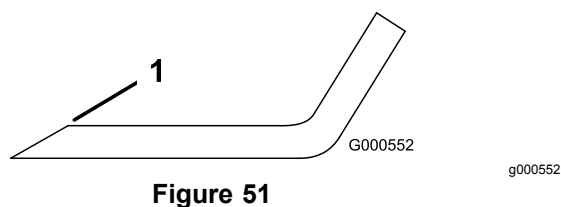

Figure 51
1. Au moyen d'une lime, aigüisez les tranchants aux deux extrémités de la lame (Figure 51).
Remarque: Si la lame est déséquilibrée, limez un peu l'extrémité de l'ailette seulement (Figure 51).